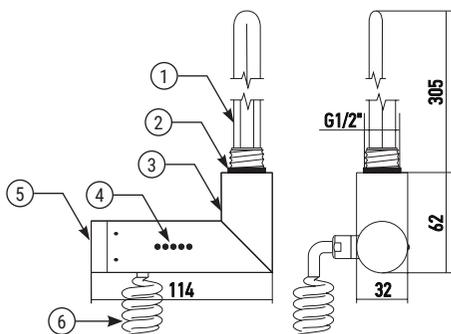

Рис.2
6.3. Составные элементы (рис. 2, 3):